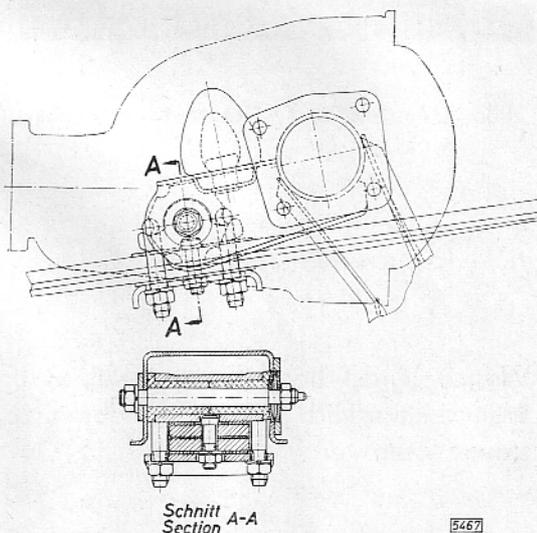

Bild B 16 - Befestigung Hinterachse an Hinterfeder
2. Hinterachse an den Lagerböcken beider Hinterfedern nach der Anordnung in Bild B 16 leicht anschrauben.